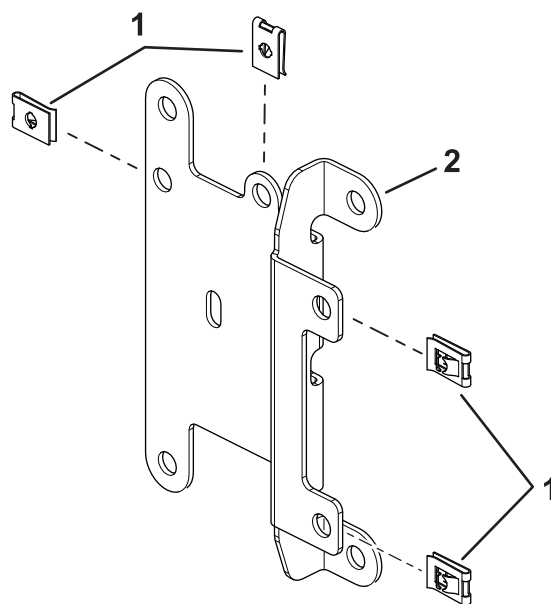

Figuur 1
1. Monteer de 6 clips en de 2 plaatmoeren aan de bevestiging voor de schakelaar (Figuur 1).